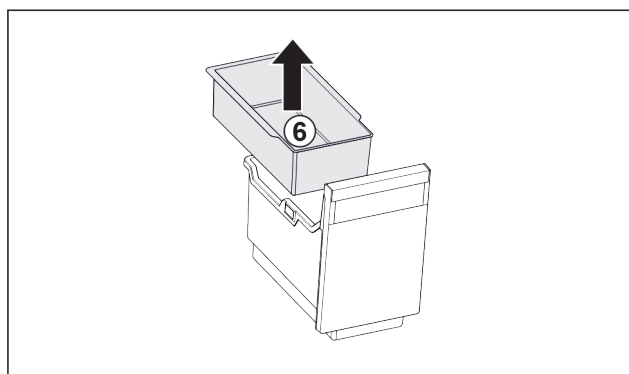

Fig. 192
- ▶ Extrageți tava suspendată Fig. 192 (6).